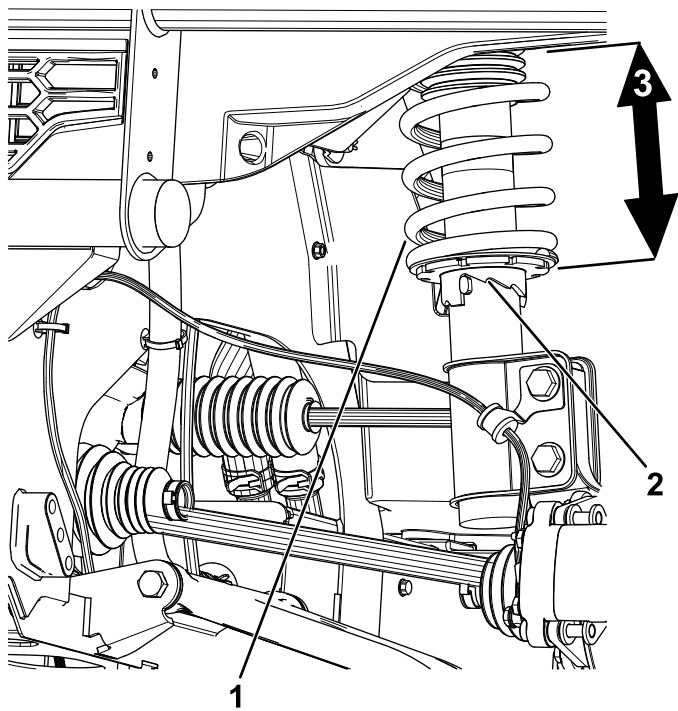

Figura 103
2. Se la distanza da terra non è corretta, usate la chiave per la regolazione della molla per ruotare il collare dell'ammortizzatore e allineare la ruota (Figura 103).